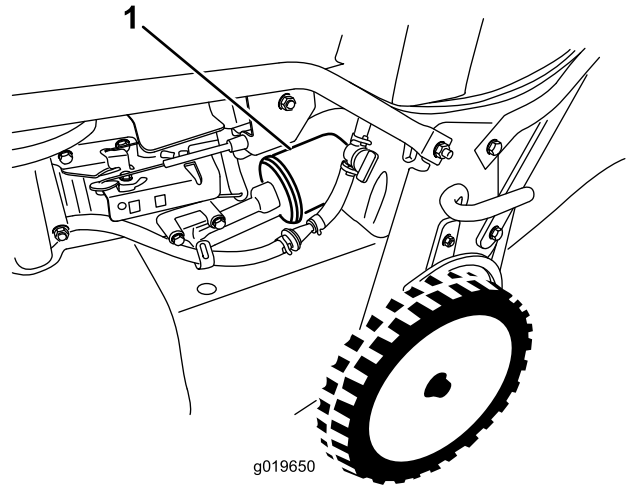

Figura 32
6. Retire el filtro de aceite (Figura 32).